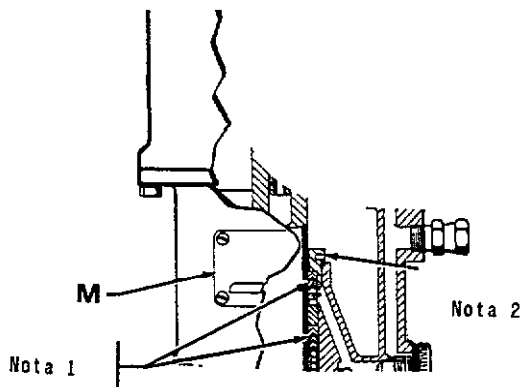

Fig 3
Para proceder a la verificación, en primer lugar seguir la **Advertencia Procedimiento de Descompresión** de la página 7. Acto seguido retirar la placa de características (M) del motor. Con una llave de espárrago o una varilla de 5,6 mm de diámetro, ajustar la tuerca. Volver a colocar la placa de características antes de hacer funcionar la bomba. Ver la Fig. 3